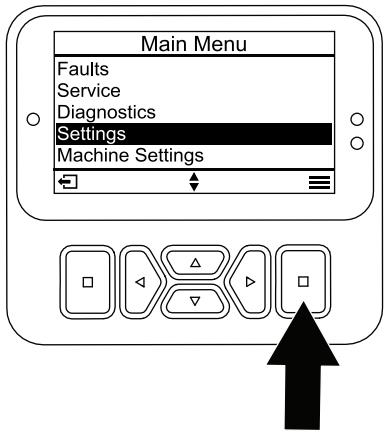

Figura 18
1. Dal MAIN MENU (MENU PRINCIPALE), scorrete verso il basso fino alla voce SETTINGS (IMPOSTAZIONI) e premete il pulsante Selezione (Figura 18).